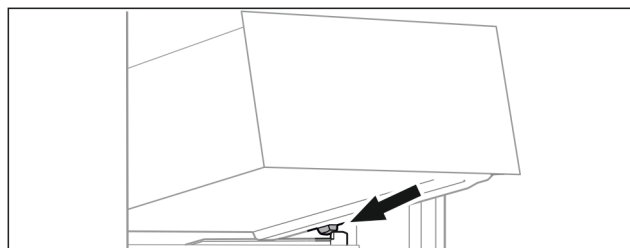

Fig. 100
- ▶ Sätt utdragslåda i vinkel på behållarens galler bakom de bakre stoppklackarna. (se Fig. 100)